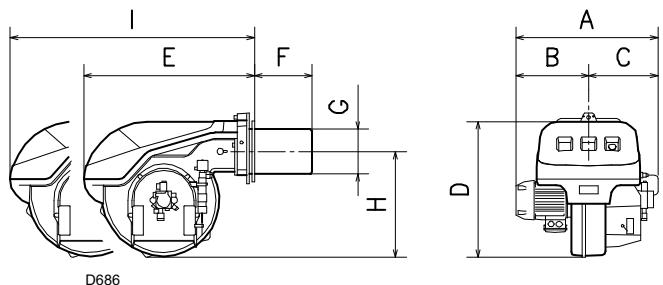

Fig. 1
3.2.2 Ingombro (Fig. 1) - misure indicative
L'ingombro del bruciatore è riportato in (Fig. 1).